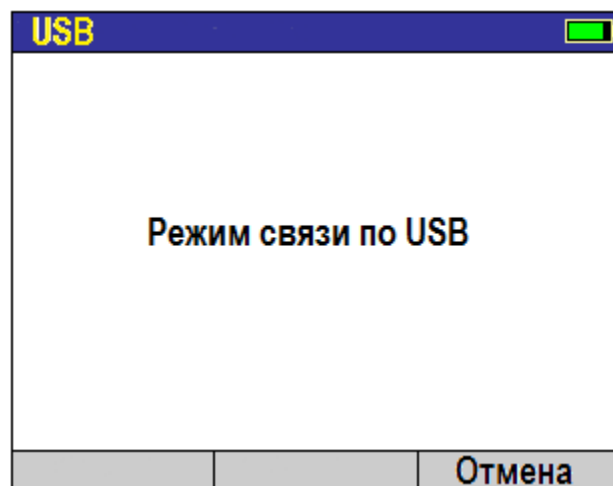

Рис. 24
2. Нажмите кнопку «Меню», а затем кнопку «USB». Прибор перейдет в режим связи с компьютером, рис. 24.